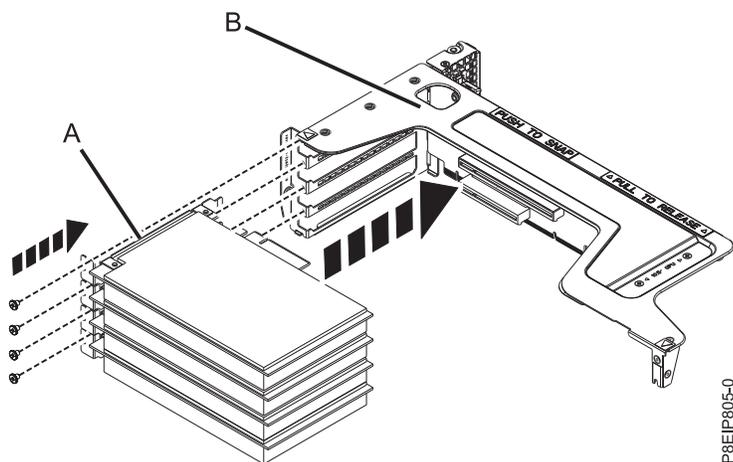

Figura 63. Inserindo um adaptador PCIe no riser
- g. Conecte o adaptador (**A**) ao slot adequado no riser do adaptador PCIe (**B**) conforme mostrado na Figura 63 na página 90.